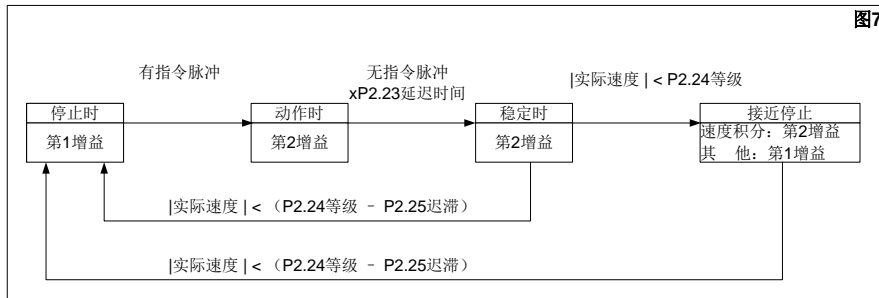

图7
*⁵ P2.22=9 时, 延迟时间、等级、迟滞的意义与通常有所不同 (参照下一页图 7)。